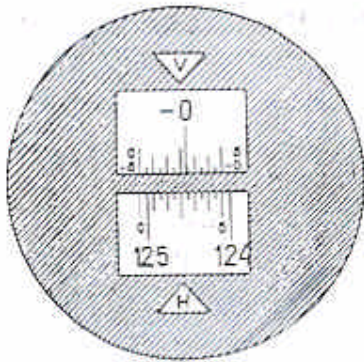

Bild 7 Strichmikroskop-
Die Ablesung von Horizontalkreis (H) und Vertikalkreis (V) erfolgen gemeinsam über das Mikroskopokular (21) an einem Strichmikroskop (Bild 7, 8), in dem in der oberen Hälfte der Vertikal- und in der unteren Hälfte der Horizontalkreis abgebildet werden. Die Bezifferung des Horizontalkreises erfolgt durchlaufend von 0 bis 399 (gon) bzw. 359 ($^{\circ}$), die des Vertikalkreises von 0 bis + und - 80 gon bzw. 75 $^{\circ}$.